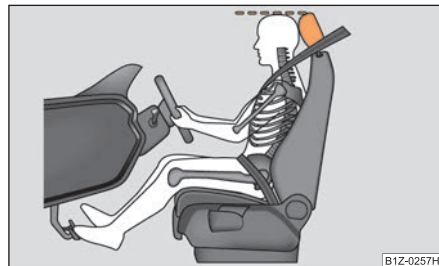

Fig. 169 Reglarea corectă a înălțimii tetierei
- Reglați tetierele astfel încât marginea superioară a tetierei să se afle la aceeași înălțime cu partea superioară a capului dvs. ⇒ fig. 169.
- Reglați tetierele astfel încât marginea superioară a tetierei să se afle la aceeași înălțime cu partea superioară a capului dvs. ⇒ pagina 163, fig. 169.